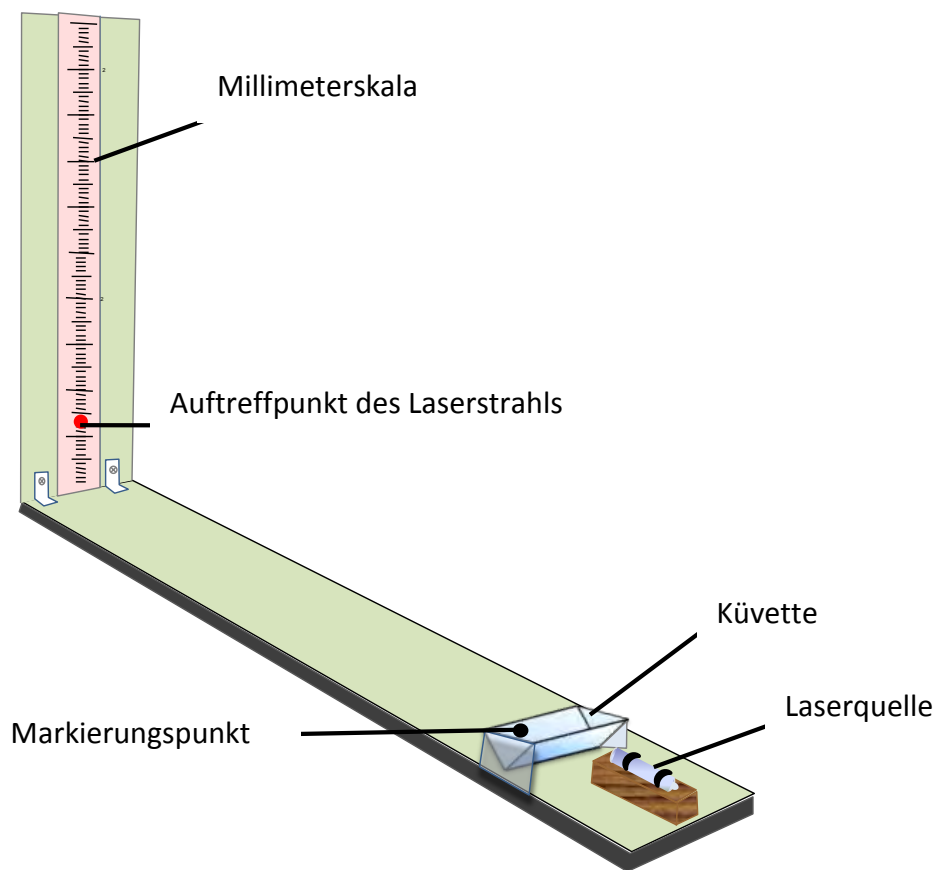

Abbildung 8
A. Anweisungen für den Aufbau der Messanordnung nach Abbildung 8.
A.1. Schaltet die Laserquelle (ID# 13) ein, legt sie auf den Holzsockel und dreht sie so, dass der Strahl wie in Abbildung 8 auf die Mitte der Millimeter-Skala trifft.
- Die Küvette muss bei allen Messungen stets in derselben Ausrichtung platziert werden. Dafür ist auf der Küvette ein Markierungspunkt (**Abbildung 8**) angebracht.